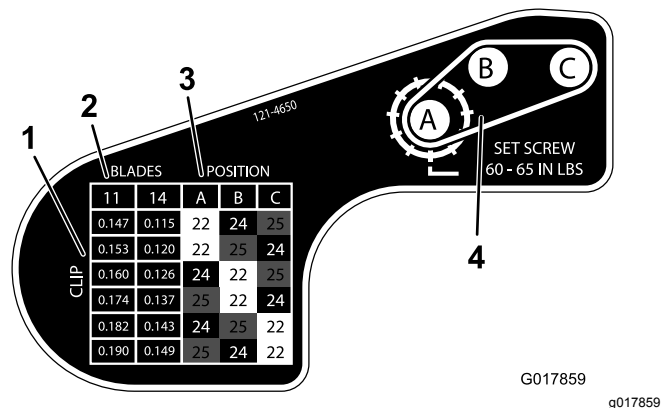

Рисунок 17
6. Используя таблицу, приведенную на наклейке в Рисунок 17, определите нужную настройку срезания и какие шкивы необходимо переместить.
9. Установите каждый шкив в новой конфигурации, как показано на наклейке (Рисунок 17).